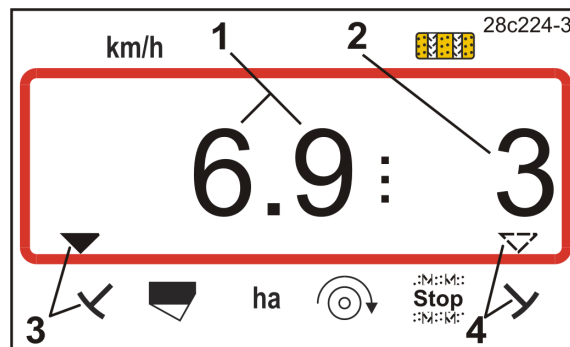
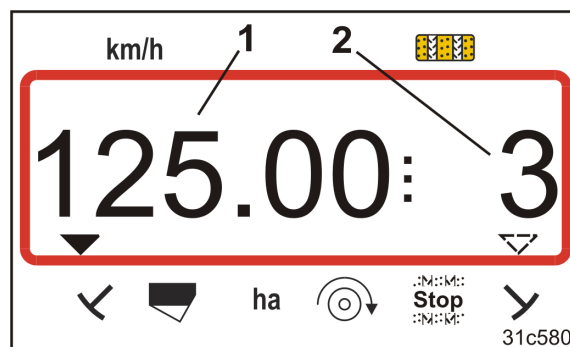

Рис. 36
Рис. 37
- назад к индикации рабочего состояния (Рис. 36 или Рис. 37).
(Рис. 36 или Рис. 37).
При нажатии кнопки во время работы происходит смена отображаемых параметров (Рис. 36 и Рис. 37).
Индикация (Рис. 36) во время работы:
- скорость движения (Рис. 36/1), например 6,9 км/ч
- положение включения для счетчика технологических колес (Рис. 36/2), например счетчик технологических колес 3
- левый маркер (Рис. 36/3) находится в рабочем положении
- правый маркер (Рис. 36/4) поднят
Индикация (Рис. 37) во время работы:
- текущая норма внесения (Рис. 37/1), например 125,0 [кг/га]
- положение включения для счетчика технологических колес (Рис. 37/2), например счетчик технологических колес 3